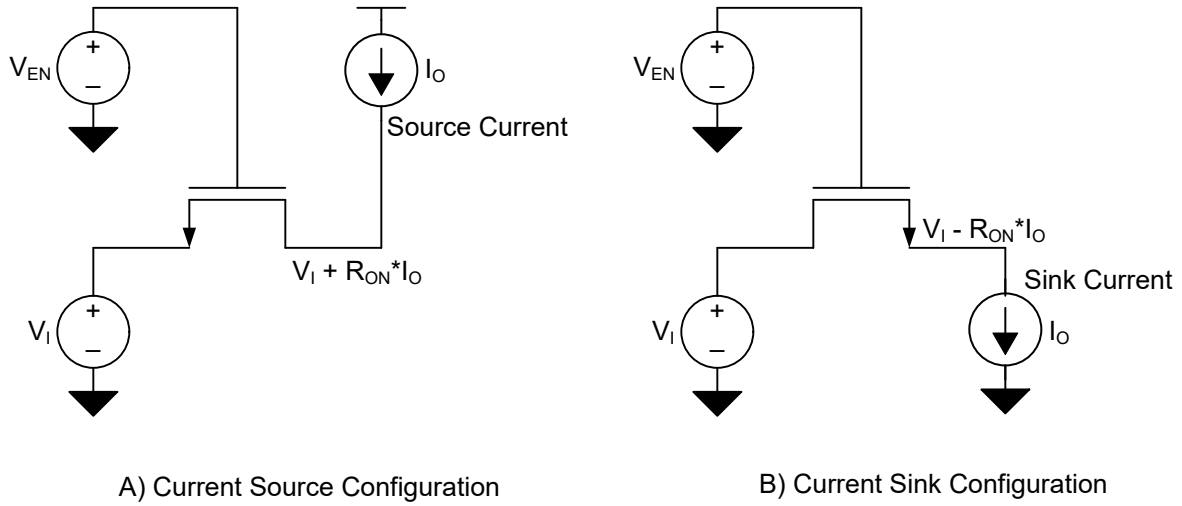

图 7-1. 用于直接 R_{ON} 测量的拉电流和灌电流配置
(1) 所有典型值均在 T_A=25°C 下测得。
(2) 在流过开关的指示电流下，通过 SCL1 和 SCL2 或 SDA1 和 SDA2 端子之间的电压降来测量。最小导通状态电阻由两个端子的最低电压决定。
(3) 仅在拉电流配置中测量。参阅图 7-1
(4) 仅在灌电流配置中测量。参阅图 7-1